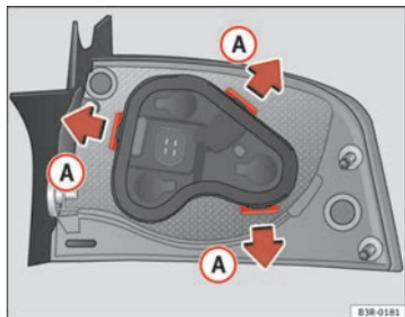

Fig. 212 Linguetas de fixação na parte posterior da unidade de luz traseira
- Desbloqueie as linguetas de fixação ⇒ fig. 212 A.